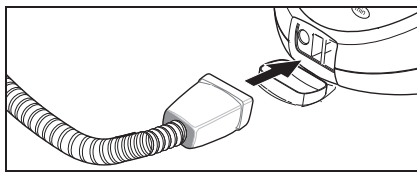

Abb. 5
- Dampfstecker (C7) fest in die Gerätesteckdose (A1) stecken. Dabei müssen die Arretierungen des Dampfsteckers am Deckel der Gerätesteckdose einrasten (siehe Abb.5).